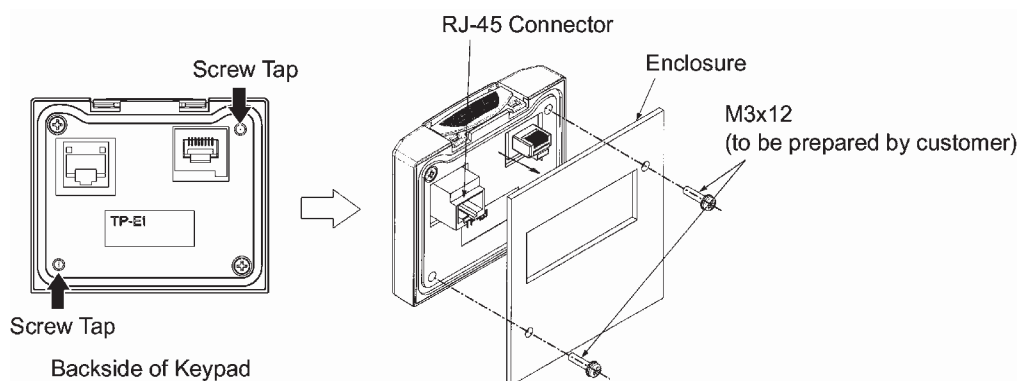

Рисунок 2.34 Установка панели оператора на дверце
(Изображено на рис. 2.34.)
- ③ Подготовьте в соответствии с прилагаемым рисунком место установки панели оператора.
- ④ Для установки панели оператора на дверце закрепите ее винтами М3, подобрав их по длине (см рис. 2.34, расположенный ниже).